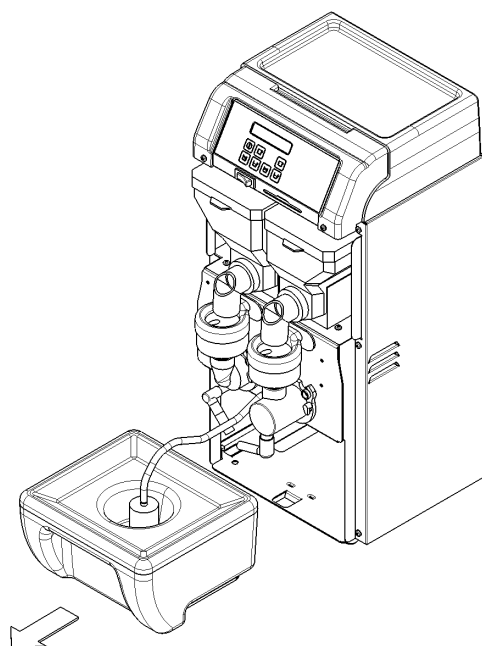

figure 2
**3** Extraire le réservoir, situé dans la partie inférieure de la structure, et le remplir d'eau minérale naturelle ou d'eau potable du robinet. Positionner de nouveau le réservoir dans son logement en contrôlant que le tuyau immergé d'aspiration et le filtre correspondant soient bien plongés dans l'eau (voir la figure 2).